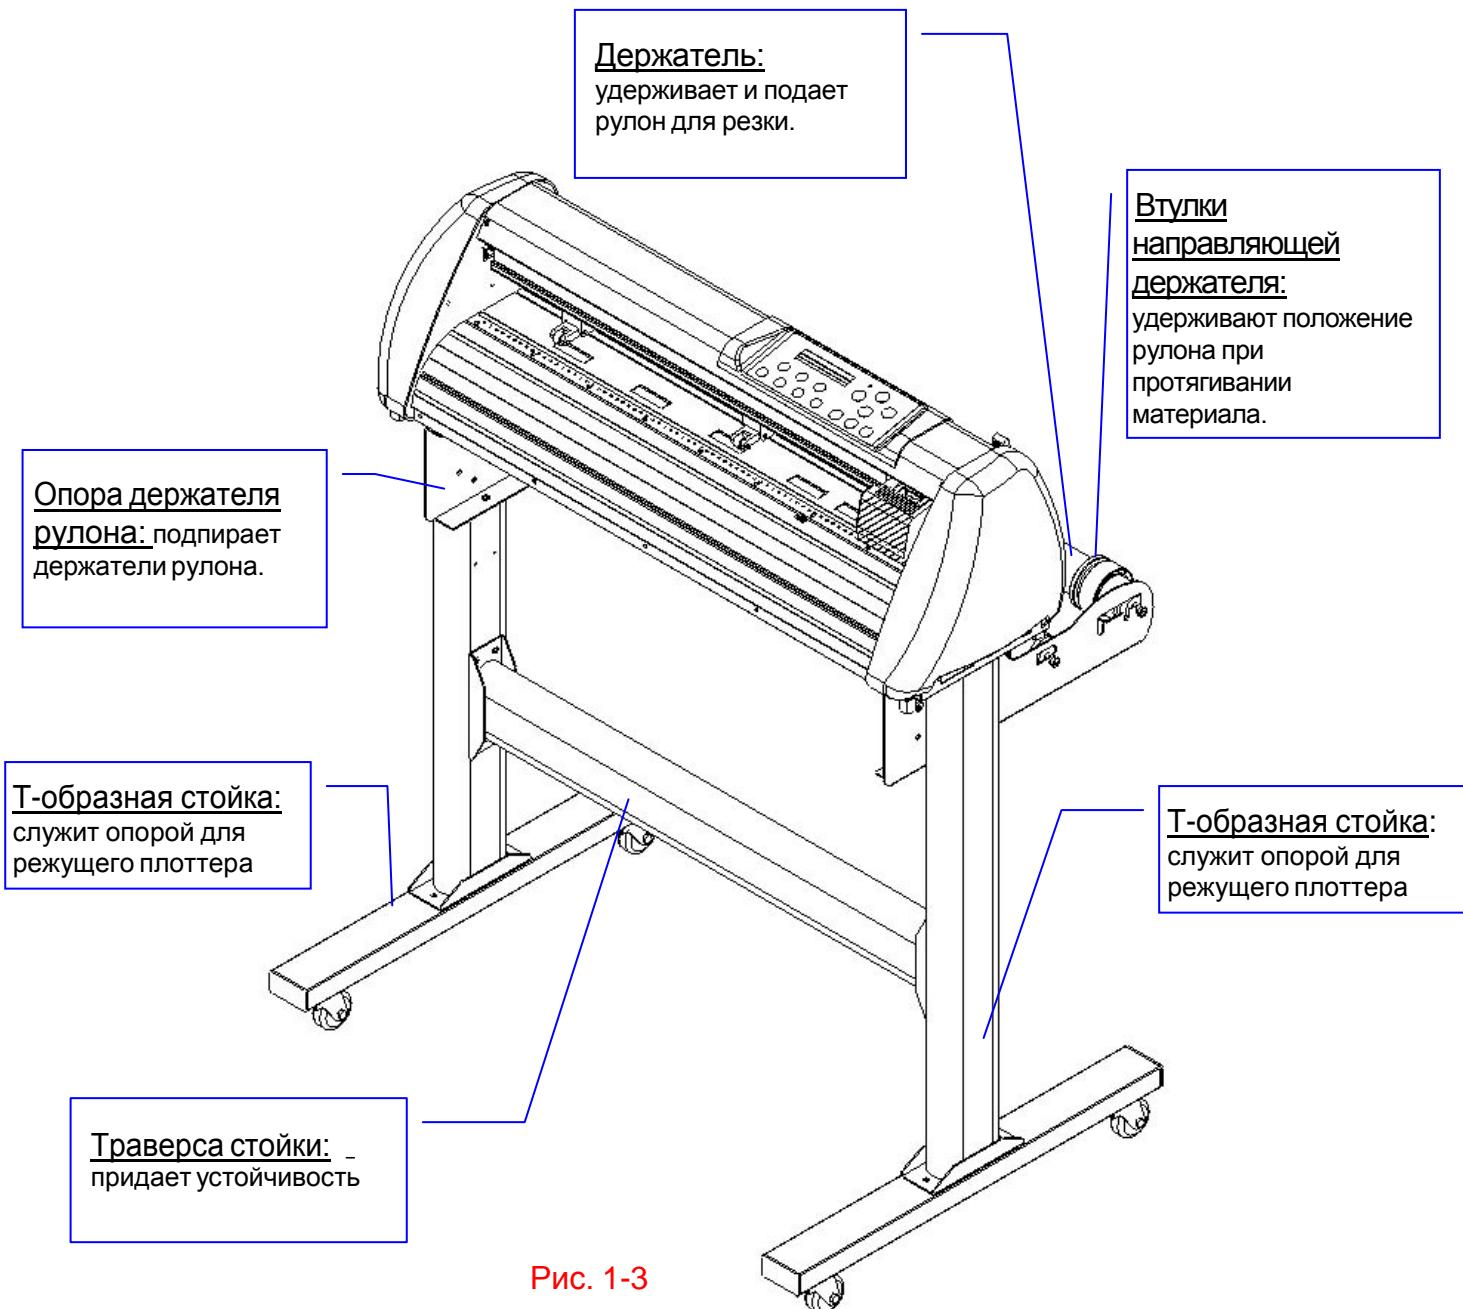

Рис. 1-3
1.4.3 Общий вид устройства Jaguar V (рис. 1-3)